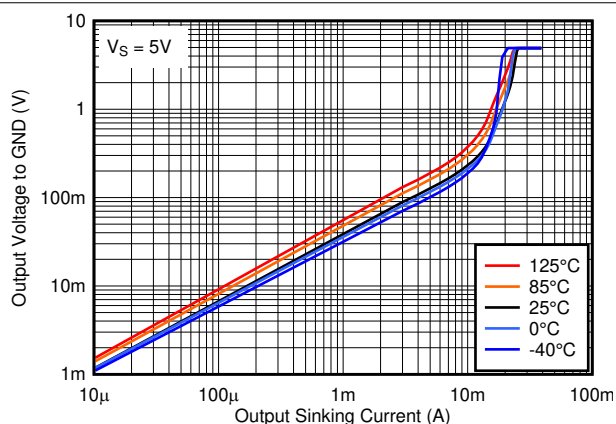

图 5-20. 5V 下输出低电平电压与输出灌电流之间的关系
- $R_{CE}$  可通过以下方式确定，即在所需温度下 图 5-20 获得线性区域的斜率或者将  $V_{OL}$  除以  $I_{out}$